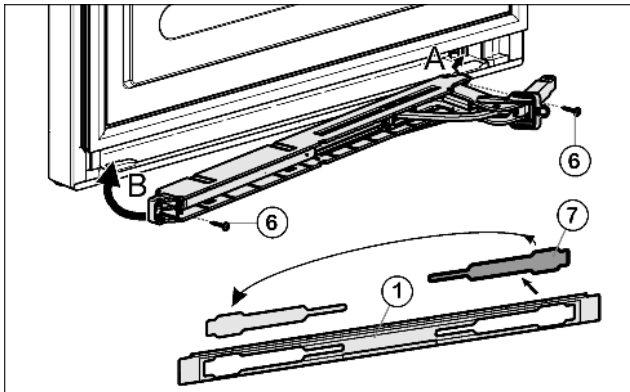

Fig. 11
- ▶ Освободите крышку Fig. 11 (7) из накладки Fig. 11 (1) и снова установите её на другой стороне.
- ▶ Прикрутите (2 шт. Torx® 15) Fig. 11 (6) узел амортизатора закрывания дверцы.